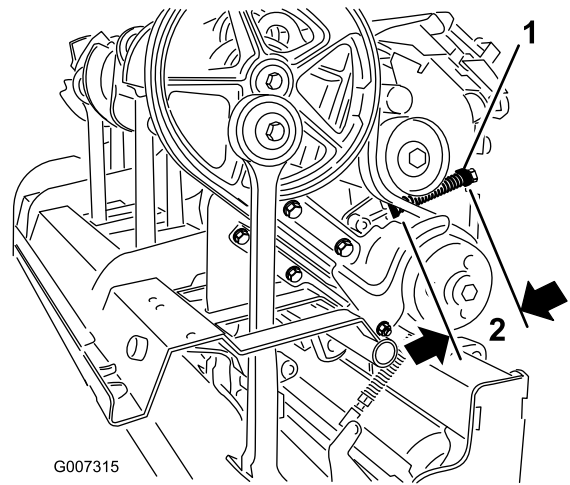

Figura 34
- C. Afloje la contratuerca que sujeta el retenedor del muelle (Figura 34).
- D. Ajuste el retenedor del muelle hasta alcanzar la longitud necesaria del muelle comprimido (Figura 34).